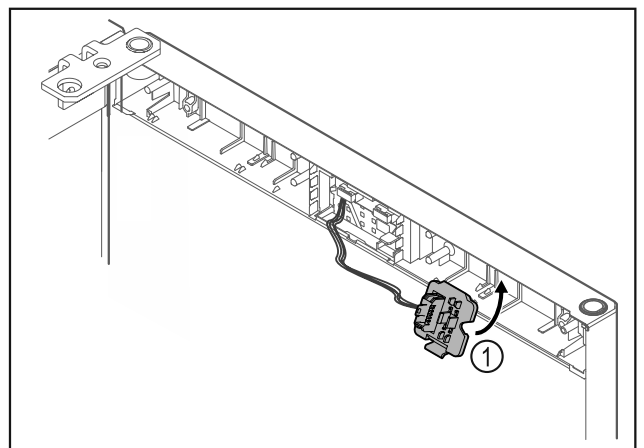

Fig. 21
- ▶ Encajar el soporte del conector Fig. 21 (1) en el lado contrario.